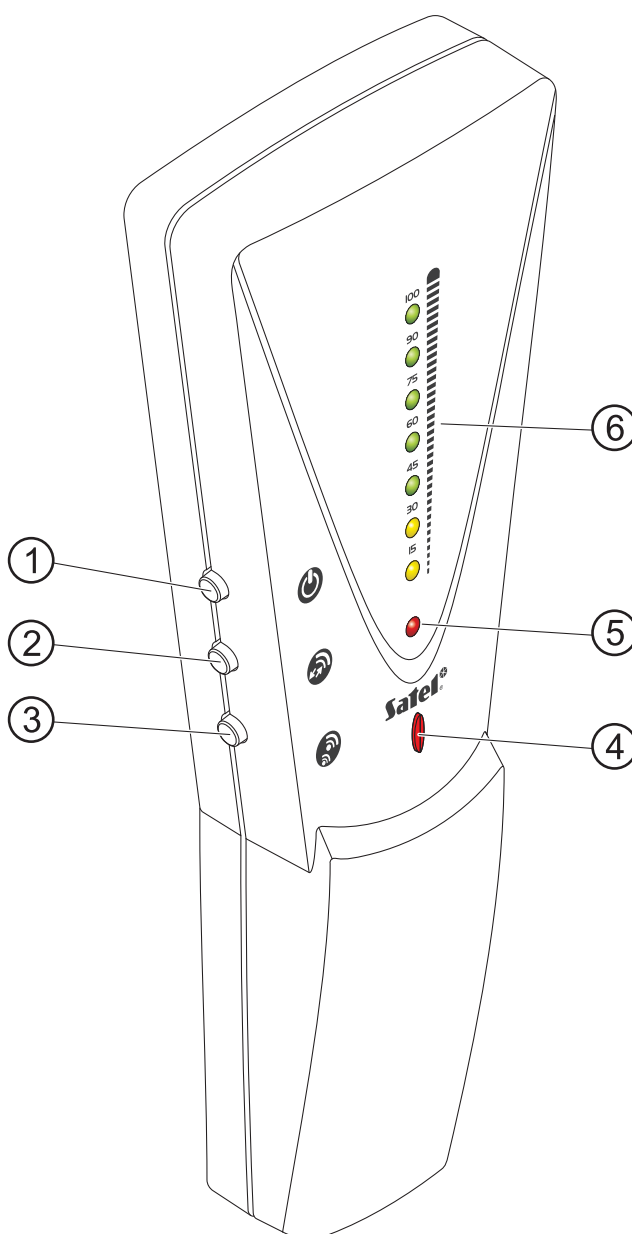

Рис. 1. Вид измерителя.
Пояснения к Рис. 1:
- 2 – **кнопка** (обозначенная ) **позволяет выбрать рабочий режим светодиодного индикатора.** После включения ARF-100 светодиодный индикатор показывает уровень сигнала, принимаемого измерителем от контроллера ACU-100. Данный режим сигнализируется включением красного светодиода (обозначенного на Рис. 1 цифрой 5). Нажатие кнопки переключает индикатор в режим отображения информации об уровне радиосигнала, принимаемого контроллером от измерителя (красный светодиод начинает мигать). Очередное нажатие кнопки опять переключает рабочий режим светодиодного индикатора.
- 3 – **кнопка** (обозначенная ) **позволяет выбрать режим питания беспроводного устройства, имитируемого измерителем.** Режим питания сказывается на уровне радиосигнала устройства. ARF-100 после запуска имитирует работу беспроводного устройства, питающегося от внешних источников. Нажатие кнопки вызывает переключение измерителя в режим имитации беспроводного устройства с батарейным питанием. В этом режиме светодиод, обозначенный на Рис. 1 цифрой 4, светит красным цветом. Если светодиоды индикатора уровня сигнала были включены, то они погаснут и включатся опять только во время следующего опроса, показывая обновленный уровень радиосигнала. В данном режиме светодиоды светят слабее. Очередное нажатие переключает ARF-100 в режим имитации беспроводного устройства, питающегося от внешних источников. Если кнопку удерживать дольше чем 3 секунды, то ARF-100 переходит в режим **частого опроса** и остается в нем, пока кнопка находится в нажатом положении. В режиме частого опроса информация об уровне радиосигнала обновляется каждые 2 секунды. В момент обновления данных об уровне радиосигнала измеритель формирует 2 коротких звука.